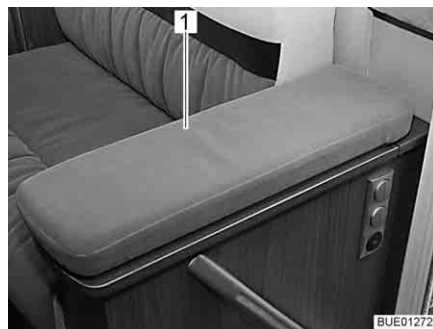
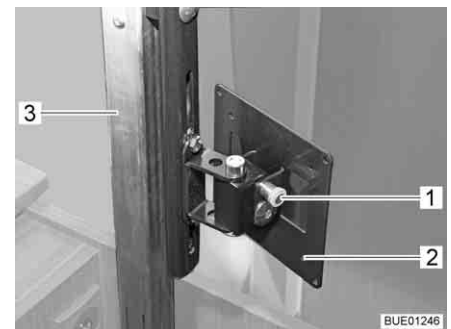

Bild 69 TV-fack
Bild 70 Lyftmekanism
- Tryck, i mitten, lätt ner locket (Bild 69,1) till TV-facket. Den höj- och sänkbara pelaren (Bild 70,3) låses upp och körs uppåt.
- Drag ut låsknappen (Bild 70,1) och vrid fästet (Bild 70,2) med den platta bildskärmen till önskat läge.
- Vrid tillbaka den platta bildskärmen till utgångsläget, tills fästet (Bild 70,2) hakar fast i låset.
- Tryck ner locket (Bild 69,1) i mitten mot den höj- och sänkbara pelarens (Bild 70,3) motstånd, tills låset hakar fast.